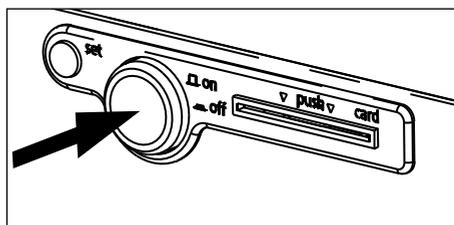

Fig. 13 Desconexión de incubador refrigerado
- ▶ Desconectar: presione el interruptor principal de manera que se introduzca en el equipo (Fig. 13).